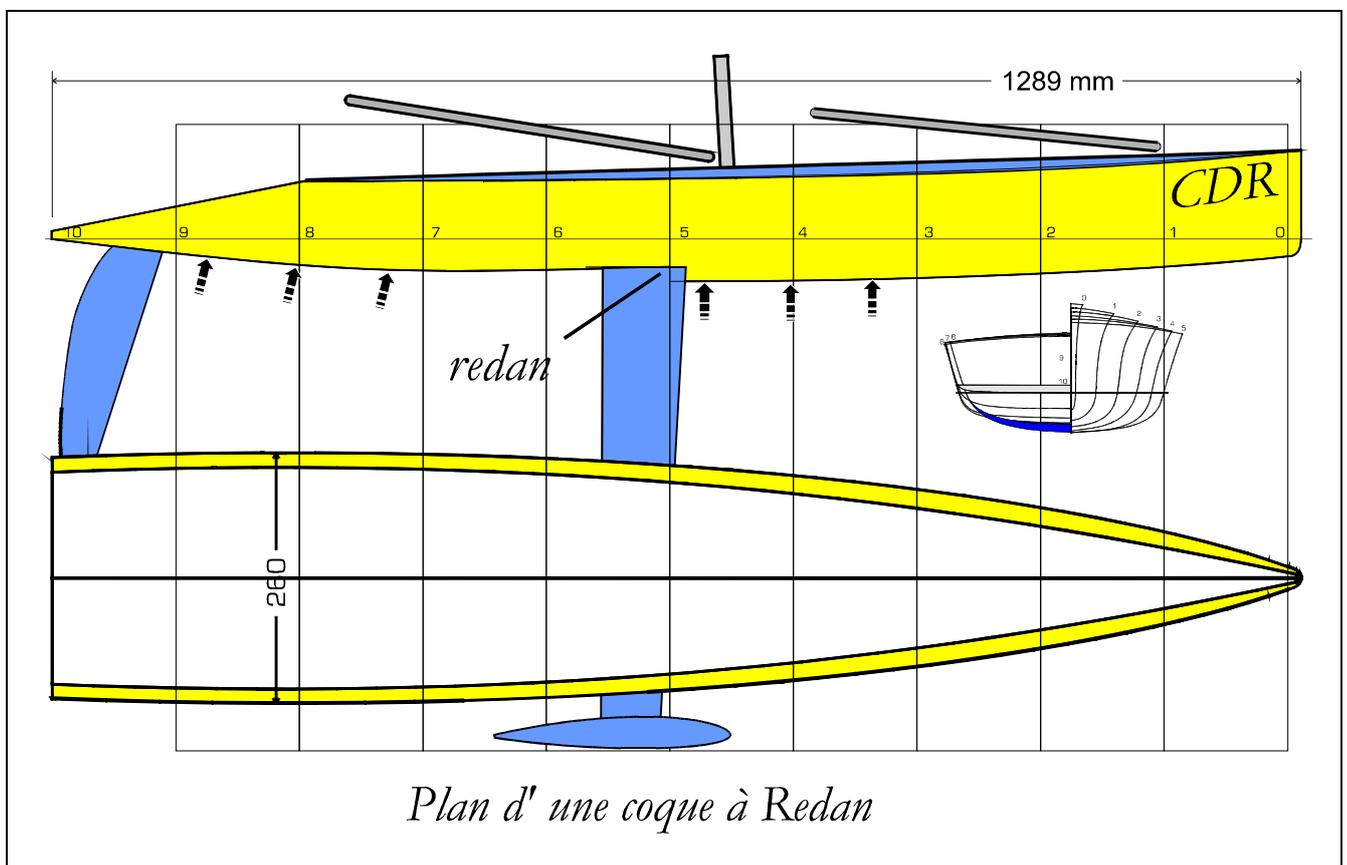

Fig. 78
3. Coques avec Redans - Fig. 78